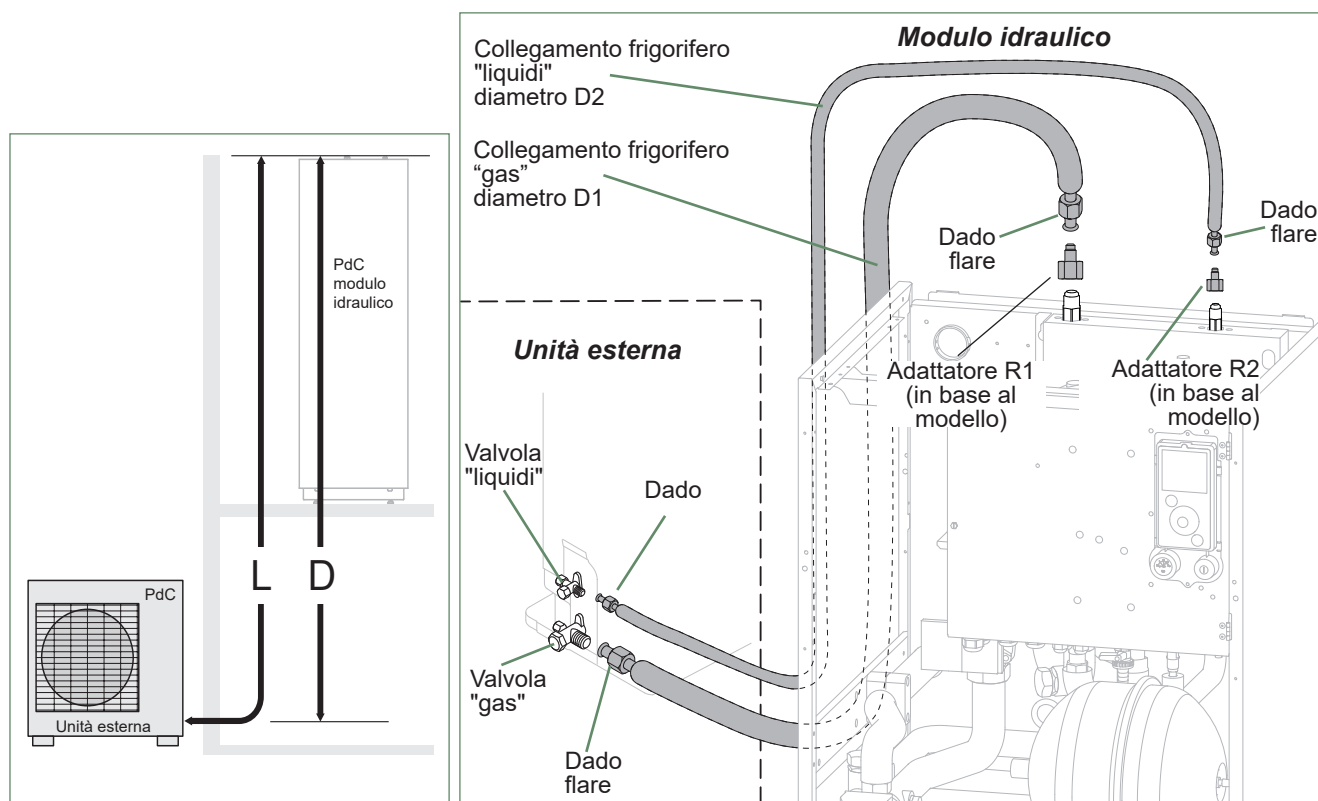

fig. 20 - Collegamenti frigoriferi (diametro e lunghezze ammissibili)
③ Allacciare il collegamento liquido sul modulo idraulico. Soffiare con azoto l'insieme **collegamento gas-condensatore - collegamento liquido** e osservare la sua estremità (lato unità esterna).
- A seconda dei casi, collegare un adattatore (riduzione) 1/4" - 3/8" o 1/2" - 5/8" (vedere fig. 20).